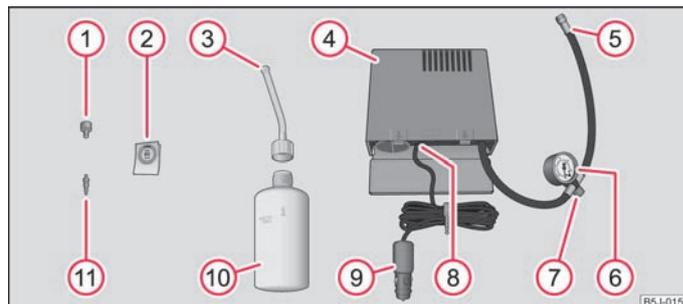

Abb. 141 Bestandteile des Reifenreparaturatzes
- Den Aufkleber ② ⇒ **Abb. 141** kleben Sie auf die Schalttafel im Sichtfeld des Fahrers.
- Schrauben Sie mit Hilfe des Ventileinsatzdrehers ① den Ventileinsatz heraus und legen ihn auf einen sauberen Untergrund.
- Reifenfüllflasche ⑩ ⇒ **Abb. 141** einige Male kräftig schütteln.
- Einfüllschlauch ③ fest im Uhrzeigersinn auf die Reifenfüllflasche schrauben ⑩. Die Folie am Verschluss wird automatisch durchstoßen.
- Verschlussstopfen vom Einfüllschlauch ③ entfernen und das offene Ende ganz auf das Reifenventil stecken.
- Flasche ⑩ mit dem Boden nach oben halten und das gesamte Dichtungsmittel der Reifenfüllflasche in den Reifen füllen.
- Ventileinsatz mit dem Ventileinsatzdreher ① wieder in das Reifenventil schrauben.
- Reifenfüllschlauch ⑤ ⇒ **Abb. 141** des Luftkompressors fest auf das Reifenventil schrauben.
- Prüfen, ob die Luftablassschraube ⑦ zugedreht ist.
- Stecken Sie den Stecker ⑨ in die 12-Volt-Steckdose ⇒ Seite 67.
- Luftkompressor mit dem EIN- und AUS-Schalter ⑧ einschalten.